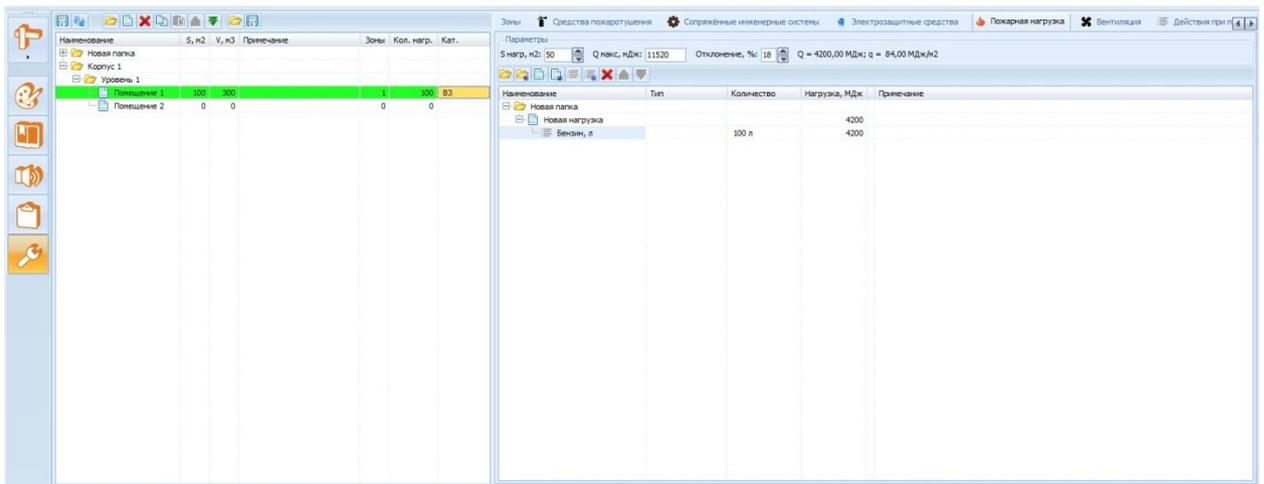

Рис. 8 Расчет пожарной нагрузки помещения
- в поле **Параметры** ввести площадь помещения, которая участвует в расчетах (это необязательно все помещение) *Снагр, м²* (Рис. 8), максимально допустимую нагрузку для выбранной категории пожарной опасности помещения – *Q_{макс}, МДж*, допустимое отклонение расчетной пожарной нагрузки от допустимой – *Отклонение %*.